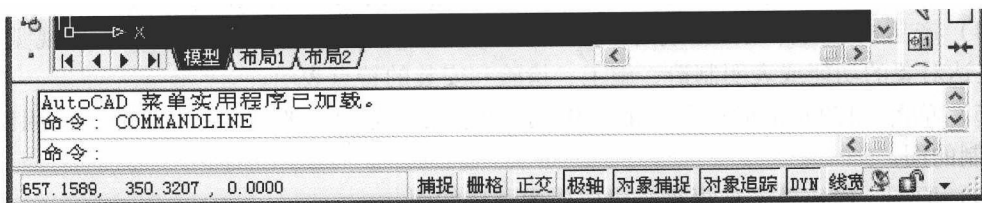

图 1-19 AutoCAD 2006 的状态栏
(4) 状态栏 状态栏位于绘图屏幕的底部，用于显示坐标、提示信息等，同时还提供了一系列的控制按钮，包括“捕捉”、“栅格”、“正交”、“极轴”、“对象捕捉”、“对象追踪”、“线宽”和“模型/图纸”等，如图 1-19 所示。